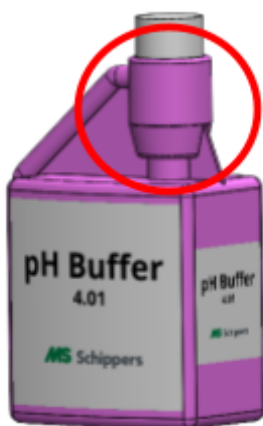

Abbildung 80.
Der Behälter mit der pH-Flüssigkeit ist an der Oberseite mit einem Pufferbehälter versehen (siehe Abbildung 80). Mit diesem Pufferbehälter kalibrieren Sie die Sonde präzise, ohne den gesamten Inhalt der Flasche zu verunreinigen. Befolgen Sie diese Schritte für ein optimales Ergebnis:
- Die Flüssigkeit steigt in den oberen Pufferbehälter (siehe Abbildung 80).